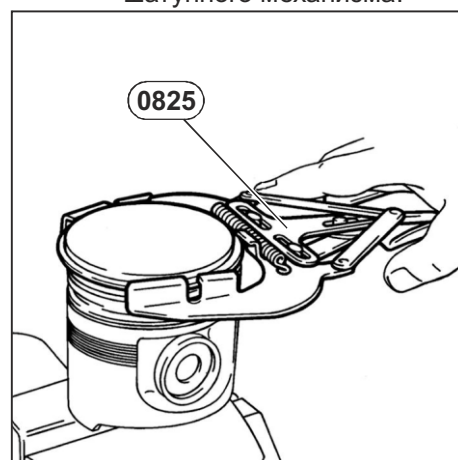

Рис. 49. Снятие колец поршневых.
1. Снять кольца поршневые (8), используя приспособление 0825 (см. Рис. 49).
3. Вынуть пальцы (7) из поршней оправкой.
4. Разобрать поршень, отделив головки поршней (9) от юбок (11).